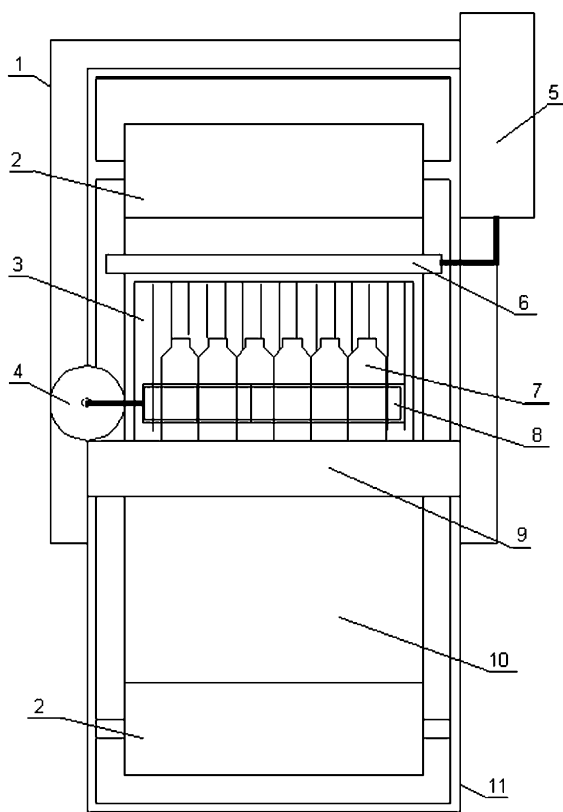

рис.3
Эскиз механической части упаковочной машины показан на рис.3. Несущая часть машины изготовлена из квадратного профиля (11), который жестко прикреплен к термопечи (1). В верхней и нижней частях каркаса установлены съемные валы с рулонами полиэтиленовой пленки (2). Пленка с обоих валов спаяна между собой (10), в процессе работы сматывается равномерно. В исходном состоянии горизонтальный поршень (4) с захватом (8) выдвинут вперед, а вертикальный поршень (5) с нагревателем и ножом (6) находится в верхнем положении. Оператор устанавливает изделие (7) на стол (9) и нажимает кнопку пуск. Втягивается поршень (4) и захватом (8) сдвигает изделие (7) на конвейер термопечи, тем самым оборачивает изделие пленкой. Затем поршень возвращается в исходное состояние. Далее опускается поршень (5), и происходит спайка и обрезание пленки. Поршень поднимается, и включается конвейер. Изделие заходит в печь, приподняв шторку из стеклоткани (3). Под воздействием температуры 170...220°C пленка облегает вокруг изделия. По выходе из печи упакованное изделие охлаждается мощными вентиляторами.